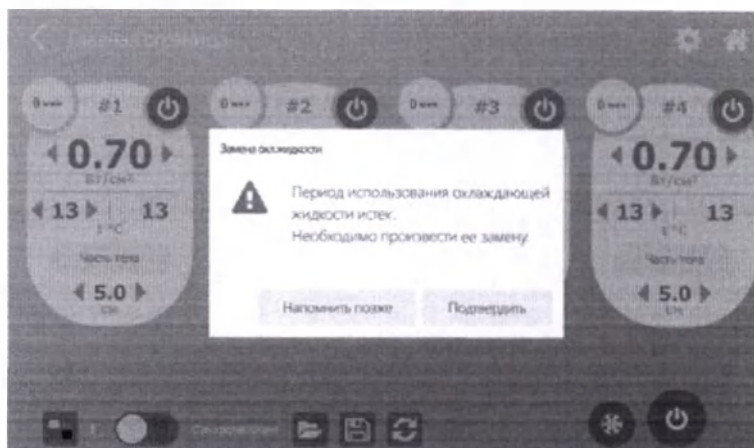
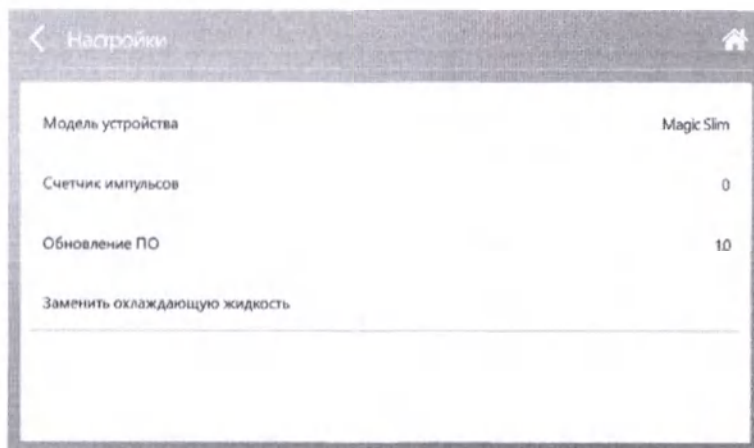

Рис.15.1 – Информационное сообщение об истечении периода использования охлаждающей жидкости
Рис.15.2 – Выбор пункта «Заменить охлаждающую жидкость»
15.6. Для того чтобы заменить охлаждающую жидкость в Приборе, Вам необходимо убедиться в том, что подошел срок замены жидкости (вывод соответствующего предупреждения на экране, как показано на рис.15.1). После этого нажмите кнопку «ПОДТВЕРДИТЬ» на экране прибора. Данную операцию вы можете осуществить через меню настроек, как показано на рис.15.2, нажав на надпись «Заменить охлаждающую жидкость».